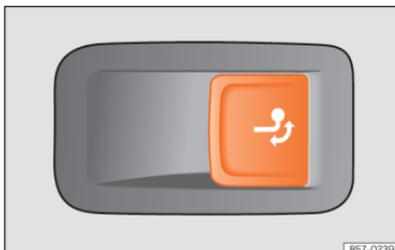

Abb. 180 Auf der rechten Seite im Gepäckraum: Taste zur Entriegelung der Anhängerkupplung.
- Ziehen Sie kurz an der Taste »» (Abb. 180). Die Anhängerkupplung wird automatisch entriegelt und dreht selbsttätig heraus. Die Kontrollleuchte der Taste blinkt.
- Ziehen Sie kurz an der Taste »» (Abb. 180). Die Anhängerkupplung wird elektrisch entriegelt.
- **Drücken Sie keinesfalls die Taste »» (Abb. 180), wenn ein Anhänger oder ein Gepäckträger oder anderes Zubehör auf der Anhängerkupplung eingehängt ist.**